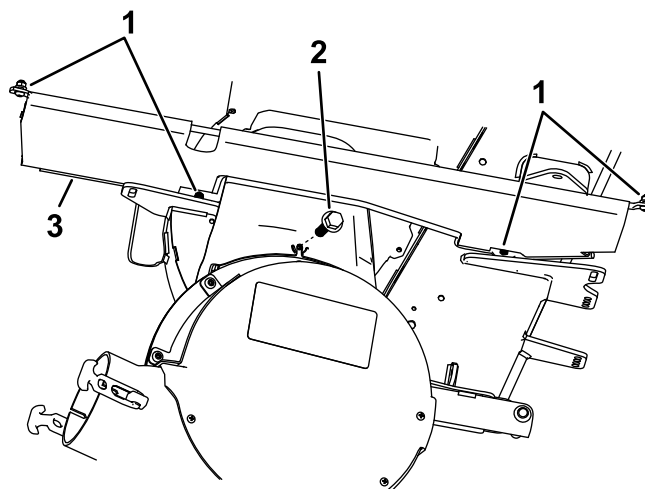

Figura 3
4. Montate la nuova cortina al telaio e al piatto di taglio servendovi della bulloneria esistente (Figura 3).
5. Inserite il bullone (1/4" x 5/8") nel foro da cui è stata rimossa la manopola (Figura 3).